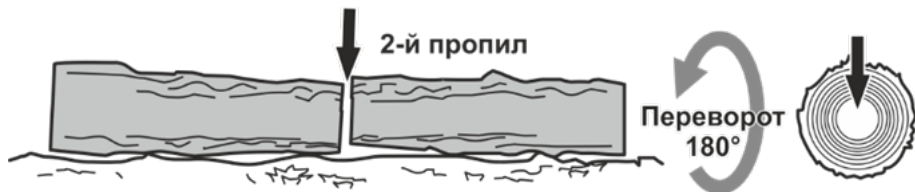

Рисунок 12. Схема остаточного розпилу колоди з протилежного боку.
2. Перевернути колоду та розпиляти її з протилежного боку (рис. 12).